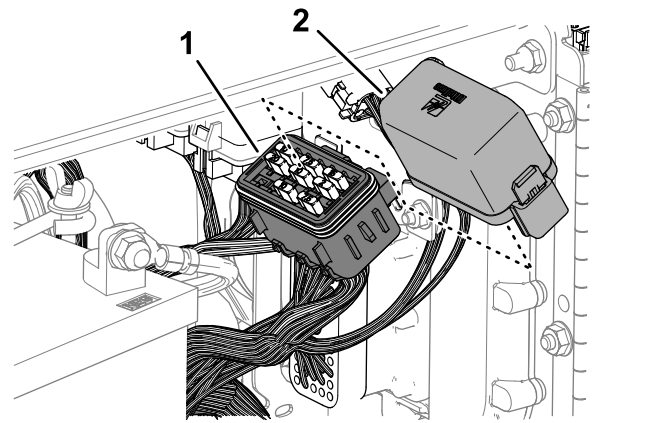

Bild 161
2. Nehmen Sie die Abdeckung vom Sicherungskasten ab (Bild 161).